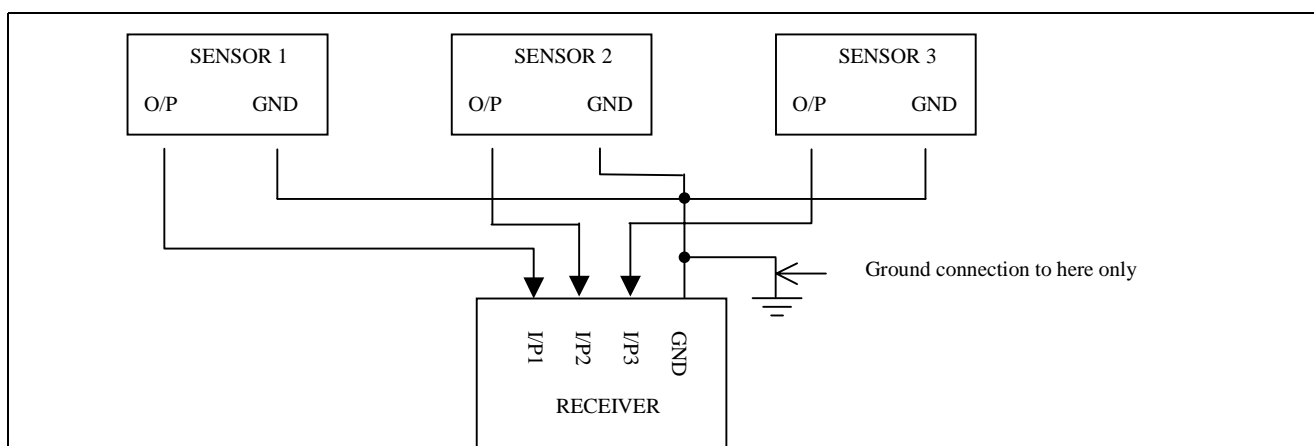

図 12 センサとグラウンドの接続
- 図 12 に示すように、センサへのグラウンド接続をレシーバだけとする。